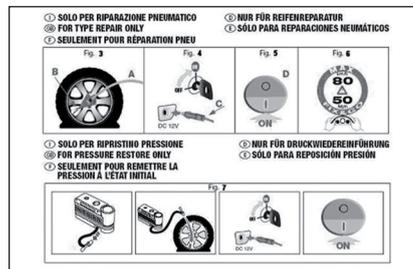

fig. 12
- un opúsculo (véase **fig. 12**), con las instrucciones para emplear correctamente el kit que luego, deberá entregar al personal que reparará el neumático tratado con el kit de reparación rápida